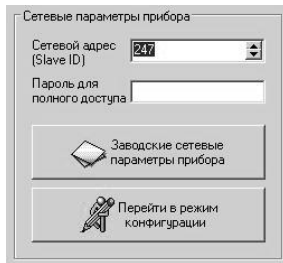

Рисунок 8 – Окно «Сетевые параметры прибора»
7.4.9 В разделе «Сетевые параметры прибора» (рисунок 8) запишите в строке «Сетевой адрес» сетевой адрес прибора, он может быть от 2 до 247 (по умолчанию 247).